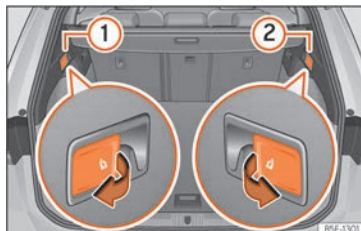

Fig. 120 En el maletero: palancas para desbloqueo del respaldo trasero.
- Tire de la palanca de desbloqueo a distancia de la parte izquierda » fig. 120 ① o derecha ② del respaldo en el sentido de la flecha. La parte desbloqueada del respaldo trasero se abate automáticamente hacia delante.